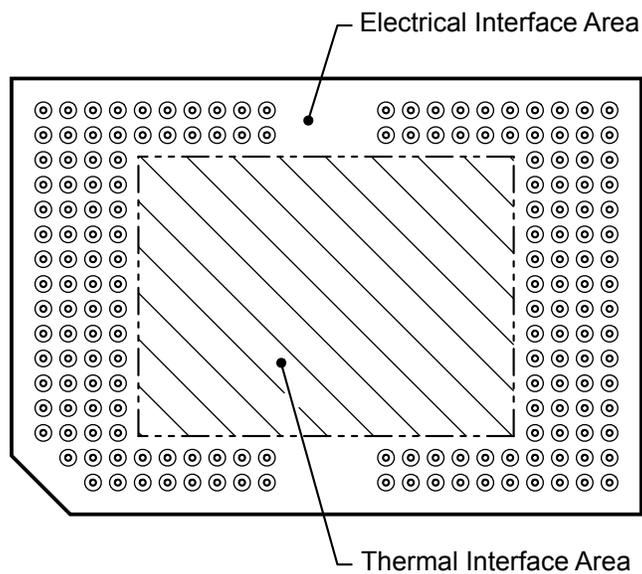

図 5-15. システム実装インターフェイスの荷重
(1) 荷重は、図 5-15 に示す対応する領域に均一に適用される必要があります。